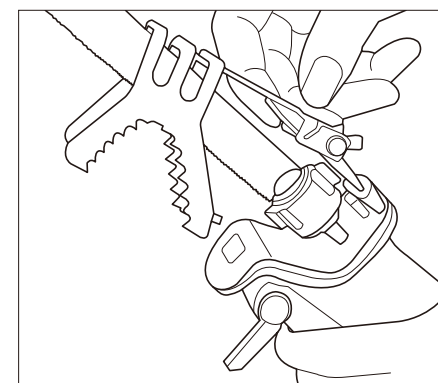

図1
- その状態でブレードを付けたら枝固定ホルダーを枝固定ホルダー取付け穴に差し込みます。(図1参照)